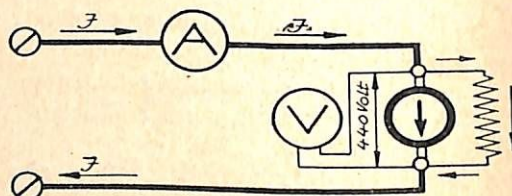

Abb. 14 (zu Aufg. 50).
50. Ein Gleichstrommotor (Abb. 14) ist an 440, 220, 110 Volt angeschlossen. Die Magnetwicklung hat einen Widerstand von 800, 200, 50 Ω . Durch den Anker fließen 20, 40, 80 Ampere. a) Wie groß ist der Zweigstrom i in der Magnetwicklung? b) Wie groß ist der Gesamtstrom J ?